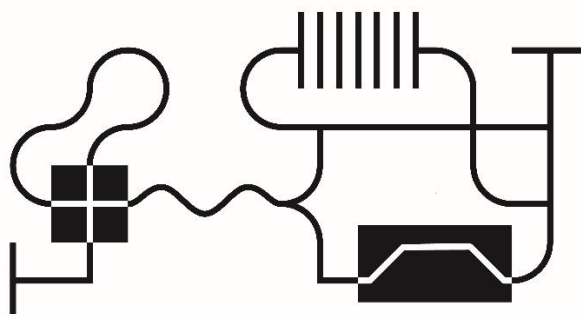

Рис. 3. Пример трассы
- 1.4. Цвет линии противоположен цвету области, по которой она проходит (участки, на которых линия проходит по чёрным областям имеют белый цвет, по белым областям –чёрный). Пример трассы приведён на рис. 3.